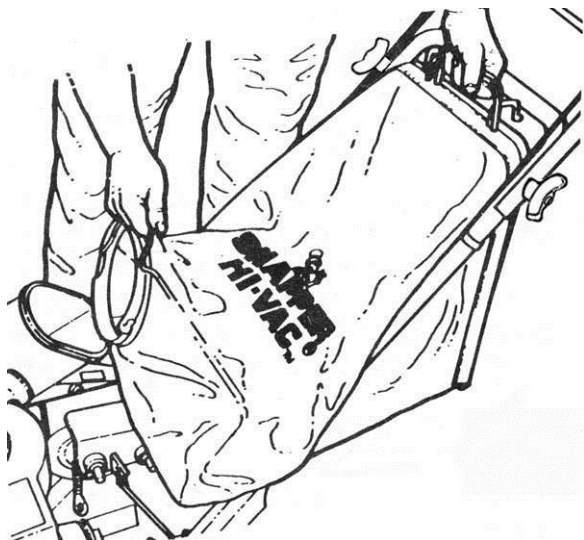

図 3-14
1. バッグの中のを捨ててには、コネクターを持ち上げ、後フックを後方に倒してバッグを開き、を捨てます。（図 3-14）